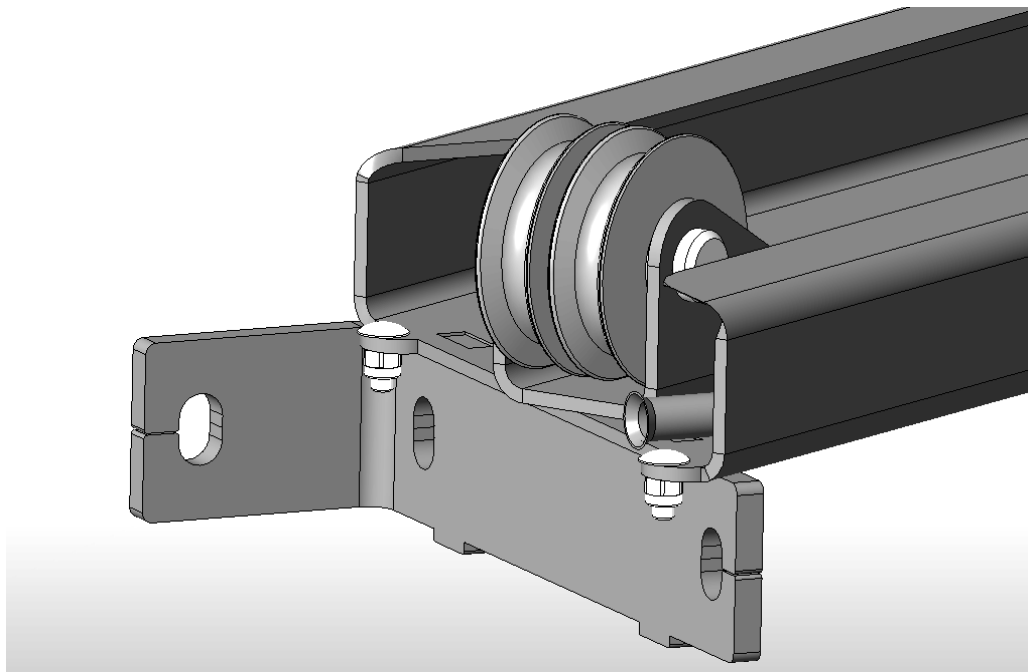

Рисунок 6.2 – Установка зацепов на перекладине
6.3 На готовый бетонный пол (4000x1500x250мм) установить стойки 1 и 2 (убедиться, что правильно выбрано направление заезда). К стойкам 1 и 2, используя болты М12х35, гайки М12, шайбы 12Г и шайбы 12, привернуть перекладину 3. Для удобства монтажа на концах перекладины закрепить мебельные болты с квадратным подголовком М6х16 (4 шт.) и самоконтрящиеся гайки М6 и использовать их в качестве зацепов за колонны (Рисунок 6.2).